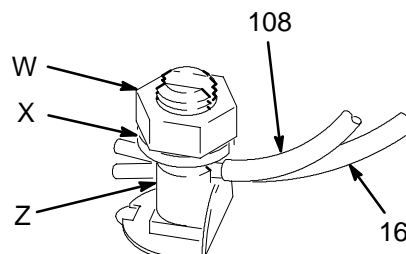

Abb. 4
5. *Rührwerk*: Erdungsdraht und Klammer (108, im Lieferumfang enthalten) verwenden. Siehe Abb. 4. Mutter (W) und Scheibe (X) der Erdungsöse lösen. Ein Ende des Erdungsdrahtes (108) in den Schlitz in der Öse (Z) schieben und Mutter fest anziehen. Die Erdungsklammer mit einem guten Erdungspunkt verbinden.
6. *Saugschlauch*: Erdungsdraht des Schlauches (16) an der Erdungsöse am Rührwerk anschließen. Siehe Abb. 4. Wenn kein Rührwerk verwendet wird, den Draht am Materialzufuhrbehälter befestigen.